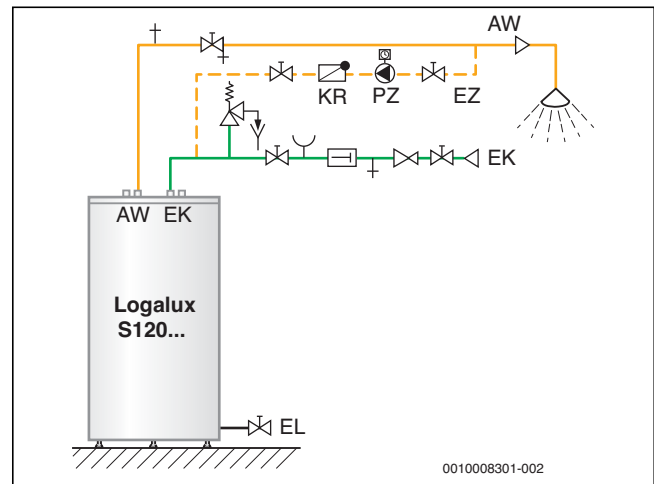
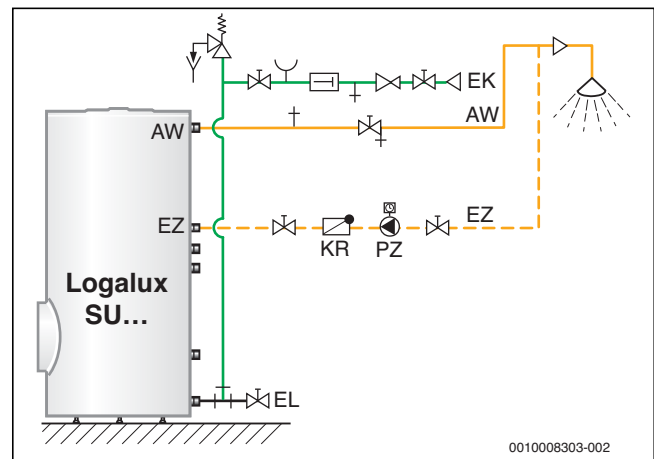

Bild 44 Variante einer Zirkulationsleitung für den Warmwasserspeicher Logalux S120...
Bild 45 Variante einer Zirkulationsleitung für die Warmwasserspeicher Logalux SU...
- Der Zirkulationsanschluss kann bei den Warmwasserspeichern Logalux S120... im Kaltwassereintritt installiert werden. In Verbindung mit Logamax plus GB182i-Geräten ist das Anschlussstück für die Zirkulationspumpe PZ an der Sicherheitsgruppe des sanitärseitigen Anschluss-Sets S-Flex montierbar. Die Verrohrung ist in Verbindung mit Logamax plus GB182i-Geräten bauseitig zu installieren (→ Bild 44).
Legende zu Bild 44 und Bild 45: